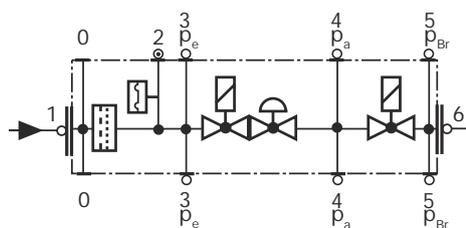

Fig. 27
- Pulire o sostituire il filtro se la differenza di pressione fra i punti 1 e 3 (Fig. 27) è  $\Delta p > 10$  mbar.
- Pulire o sostituire il filtro se la differenza di pressione fra i punti 1 e 3 (Fig. 27) risulta raddoppiata dall'ultimo controllo.